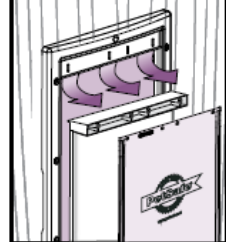
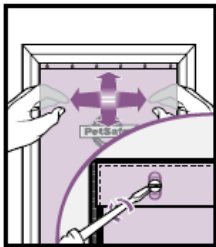

FIG. 15
FIG. 16
3. Se estiver a substituir a aba de isolamento, remova a presilha da aba com a aba isolante anexada (**Fig. 15**). Retire os parafusos, a aba isolante e a placa traseira da parte de trás da aba. Insira uma nova aba isolante entre a presilha traseira da aba e a placa de trás. Substitua e aperte os parafusos (**Fig. 16**).